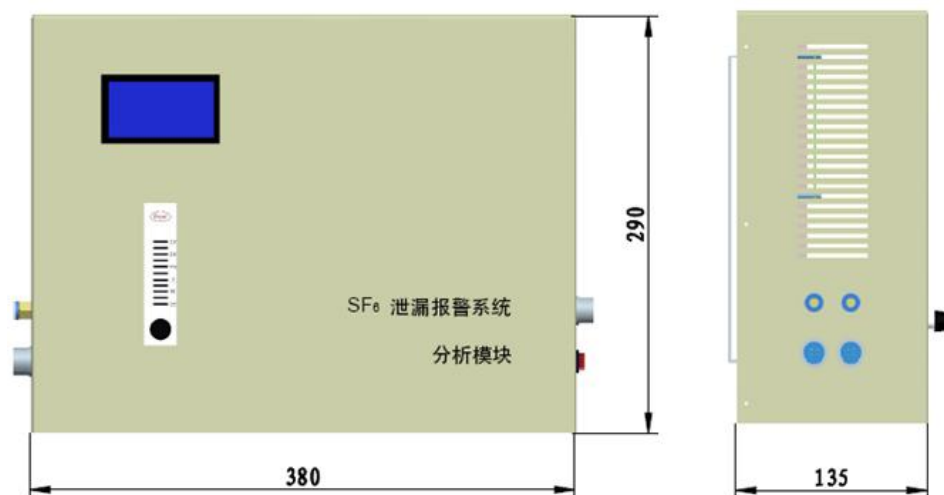

图 3-5 分析模块尺寸图
①功能与参数:
- ★尺寸: 290×380×135, 如图 3-5 所示。